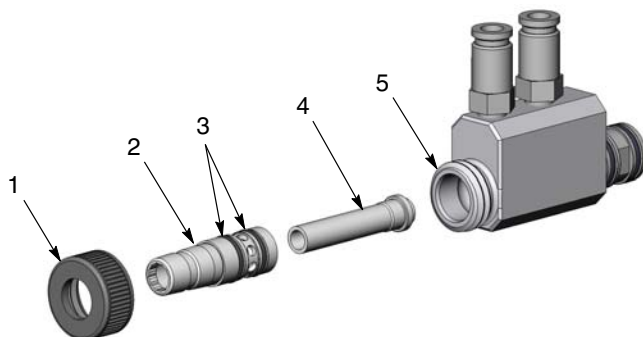

Рис. 3 Снятие и установка сопла
1. См. рис. 3. Отвернуть и снять гайку (1).
2. Легким вращательным движением вытянуть держатель сопла и само сопло (2, 4) из корпуса насоса (5). Осмотреть держатель и два электропроводных силиконовых уплотнительных кольца (3) на наличие износа и повреждений. Заменить все изношенные или поврежденные детали.